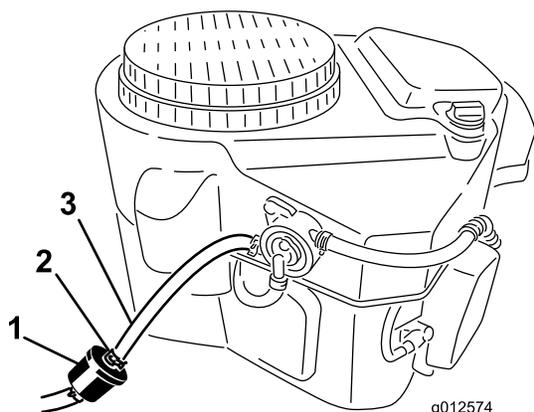

図 50
2. 燃料タンクにごみが入るのを防止するために、キャップ (図 50) の周囲をきれいに拭く。
4. 古いフィルタのクランプをゆるめて脇に寄せる(図 50)。